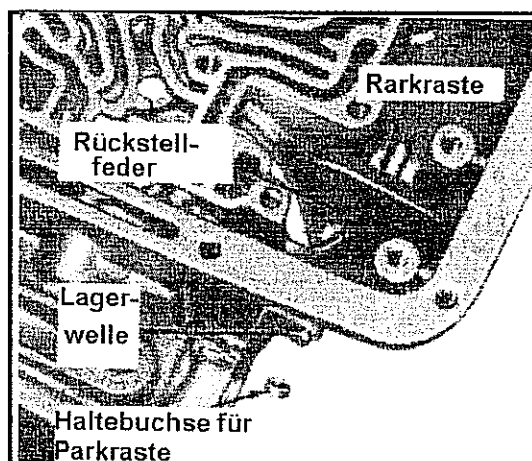

Abb. 10-140 Lagerwelle und Haltebuchse der Parkraste
- Die Lagerwelle der Parkraste im Getriebegehäuse durch die Rückstellfeder einsetzen. Die Feder an der Parkraste ansetzen und die Lagerwelle in die Parkraste einschieben. Siehe Abb. 10-140.